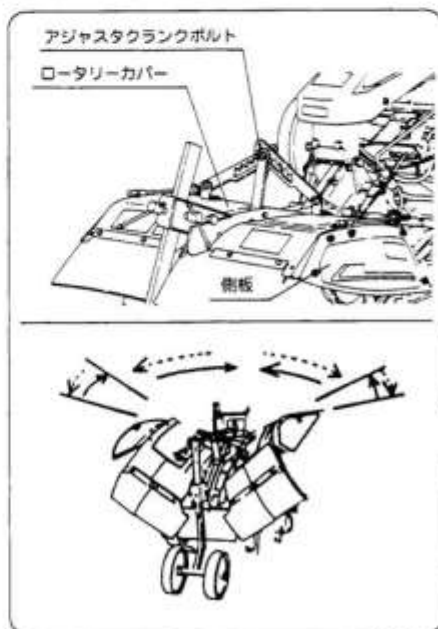

図23
- ① ロータリーカバー、側板は作業により上下に調節してください。（図23）